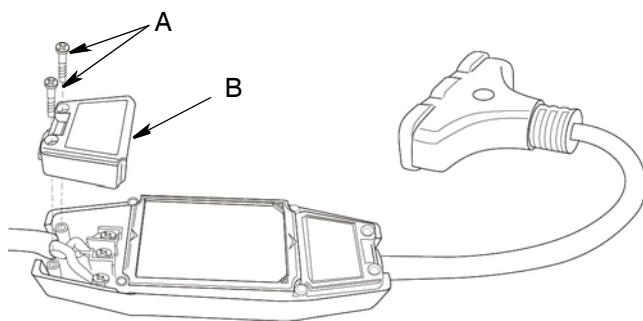
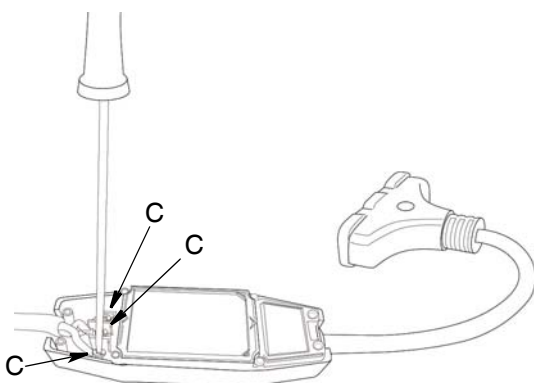

ABB. 12
ABB. 13
Die in der nachstehenden Anweisung verwendeten Referenzbuchstaben beziehen sich auf ABB. 12 - ABB. 13.
2. Zwei Kreuzschlitzschrauben Nr. 2 (A) von der Abdeckung (B) lösen. Abdeckung entfernen (ABB. 12).
3. Lösen Sie die drei Kreuzschlitzschrauben (C) und ziehen Sie die schwarzen, weißen und grünen Drähte von den GFCI-Klemmen ab (ABB. 13).
2. Grünen Draht des Kabels an grüne Klemme des GFCI-Moduls anschließen. Schwarzen Draht des Kabels an silberner Klemme anschließen. Weißen Draht des Kabels an Messingklemme anschließen. Die drei Kreuzschlitzschrauben wieder anziehen (C) (ABB. 13).
3. Abdeckung (B) mit den zwei Kreuzschlitzschrauben Nr. 2 (A) anbringen (ABB. 12).